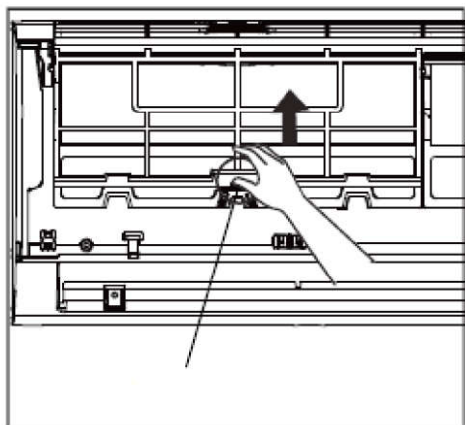
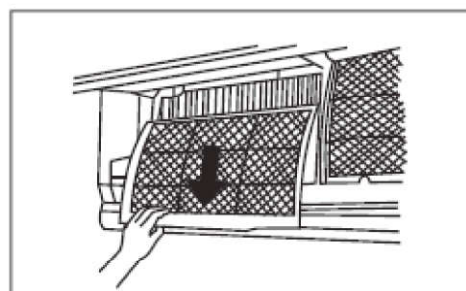

fig. 17 -
fig. 18 -
3. Verwijder de filters door de middelste lipjes omhoog te duwen tot ze zichzelf los maken van de houder en schuif ze eraf naar beneden ("fig. 17 -" en "fig. 18 -")